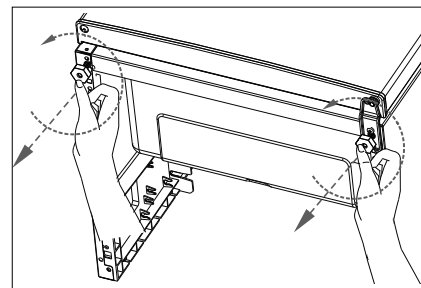
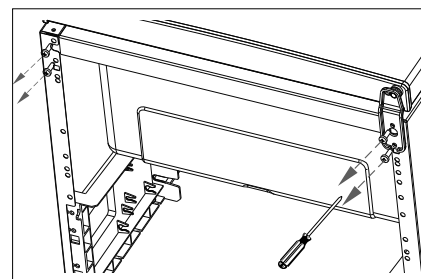

Fig. 1
Fig. 2
- ▶ Drej temperaturregulatoren (1) ud over position 1 kortvarigt til position ●. Der høres et klik. Apparatet frakobler. Der høres et klik. Apparatet frakobler. . Træk derefter netstikket (8) ud af stikkontakten.
- ▶ Fjern fryseskufferne (9) og glashylderne (2/3) som beskrevet i følgende kapitel.
- ▶ Drej begge apparatfødder (7) ud mod uret (fig. 1).
- ▶ Hold fryseskabsdøren (4) lukket.
- ▶ Løsn begge skrue i nederste hængsel med en stjerneskrue-trækker (fig. 2).